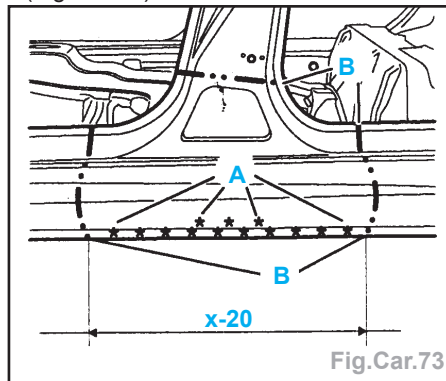

Fig.Car.73
- Découper par fraisage des points en A (Fig.Car.73).
- Tracer puis découper en B à l'aide d'une meule épaisseur 1 mm (Fig.Car.73).